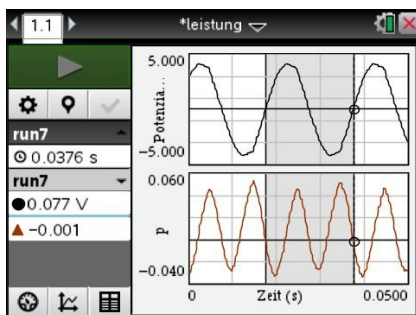
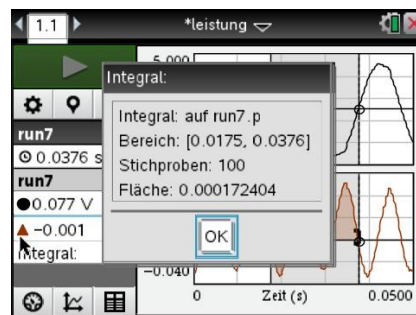

Bild 17.7
Bild 17.8
4. Bei Bild 17.7 wurde der Bereich ausgewählt und dann das Integral gebildet mit dem Ergebnis in Bild 17.8.